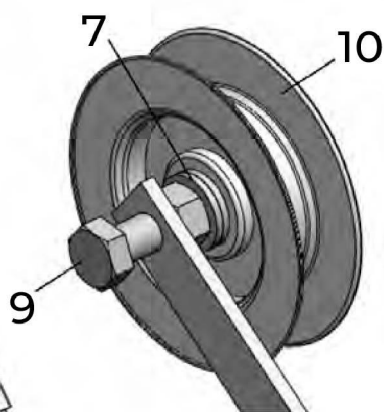

рис. 14
Надеть на болт М12 (9) регулировочные шайбы (7) и шкив (10) (рис. 14).